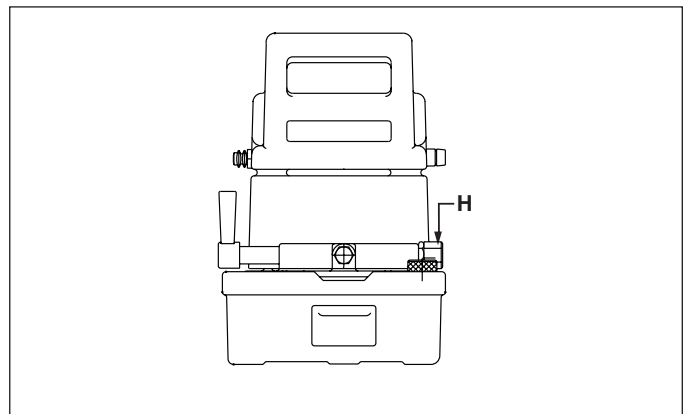

Abbildung 9
6.1 Ändern der Einstellung des Druckentlastungsventils (Abbildung 9)